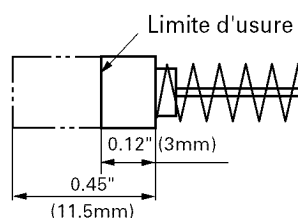

Fig. 14
- Contrôle des balais en carbone (Fig. 14)